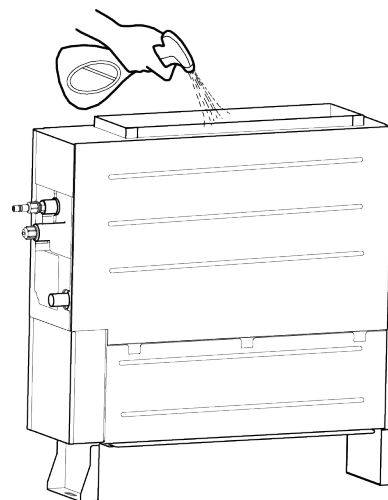

Fig.4.3.10
- 2) Vaporisez 1 L d'eau sur l'évaporateur avec un pulvérisateur, voir Fig. 4.3.10.